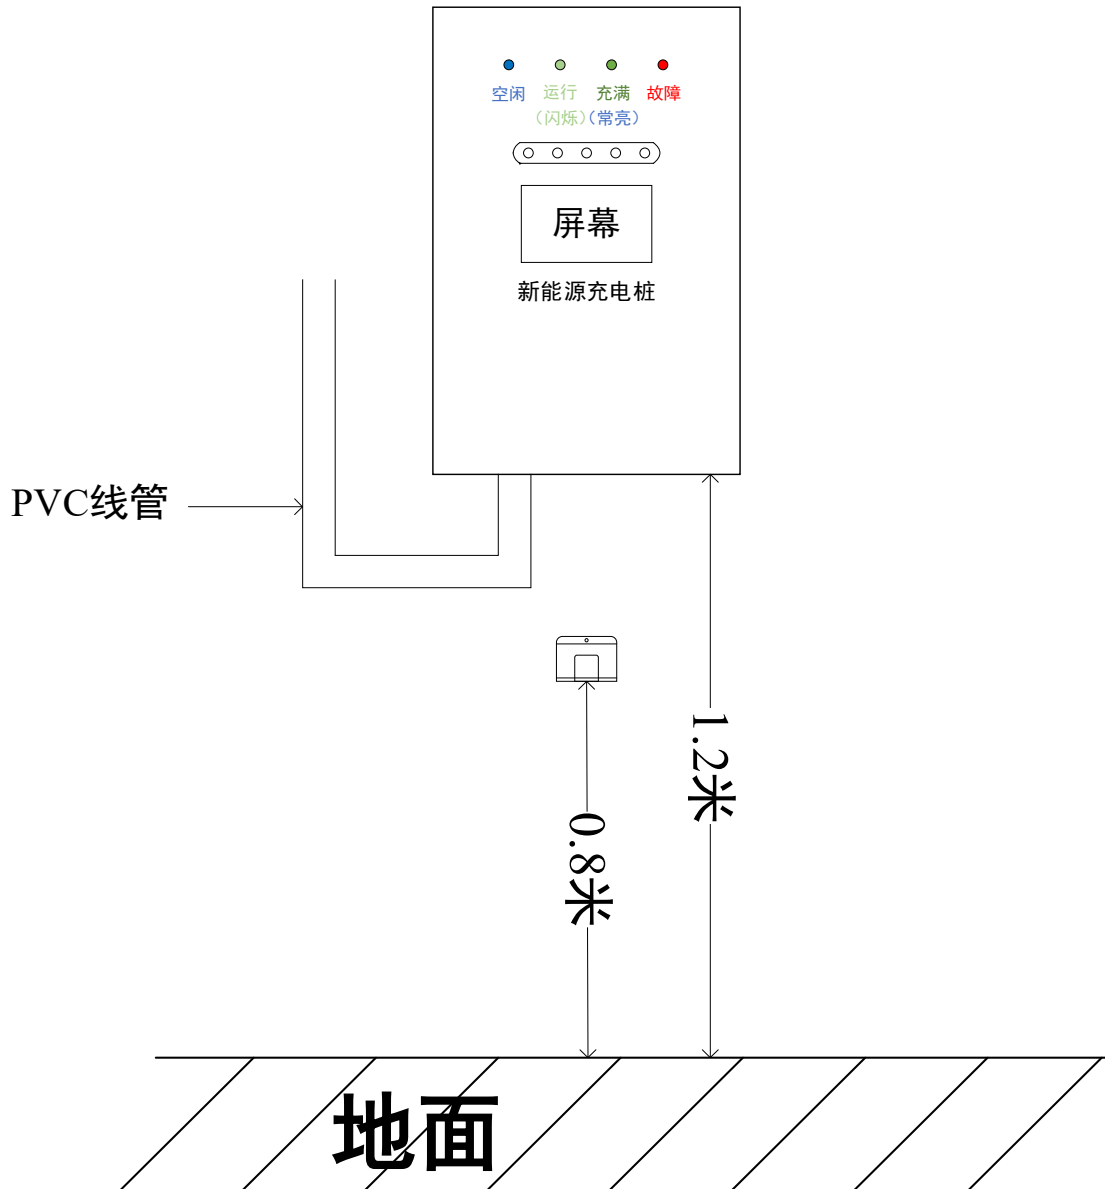

图 5-11 壁挂安装示意图
(3) 最后用 3*6mm²的电线套上 PVC 管从配电箱接入充电桩主机箱内，并接入到设备的浪涌保护器上，如图 5-11。